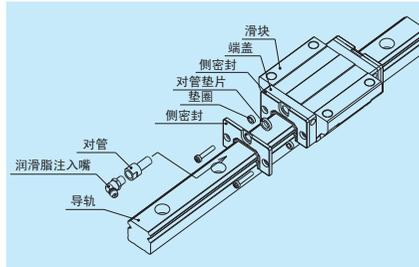

图 7.2 双密封
(1) 双密封
- 为便于在标准成品上加装双密封，准备了双密封组件套装。如图 7.2 所示，由侧密封和护板、安装用小螺钉组成。
- 安装双密封后在端盖上安装润滑脂注油嘴时需要图 7.2 所示的对管，因此请指定带有对管的组件。